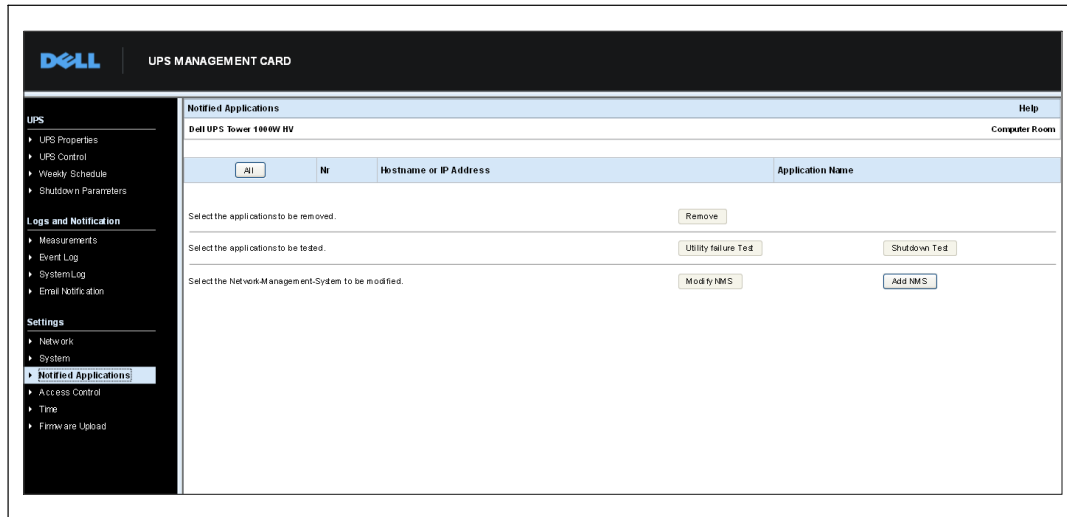

図 33. 通知アプリケーションページ
- 1 メニューバーから**通知アプリケーション**を選択します。通知アプリケーションページが開きます（図 33を参照）。